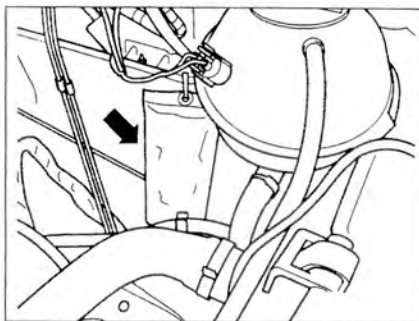

Рис. 2.87. Отсоедините 8-контактный разъем проводки в защитной втулке на блоке на батарее.
24. Отсоедините 8-контактный разъем проводки в защитной втулке на блоке на батарее (рис. 2.87).